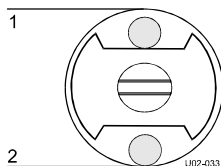

Figura 14: Posizione asse autobloccante.
2. Posizionare la bobina vuota sull'asse, tenendo quest'ultimo come nella Figura 14
3. Inserire l'asse nel cilindro della bobina di pellicola, tenendo l'asse autobloccante come nella Figura 14.